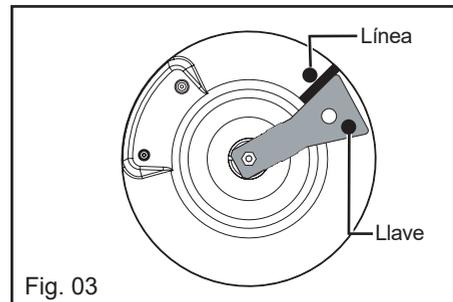

Fig. 03
- **Encima de un mueble vacío o de un cajón (Fig. 03).**
- Gire la llave en el sentido de las agujas de un reloj hasta que la línea aparezca al otro lado (Fig. 03).
- No utilice difusores, tostadores de pan, parrillas de acero para carne ni cacerolas con pies que reposen o rocen la superficie de vidrio (Fig. 03).